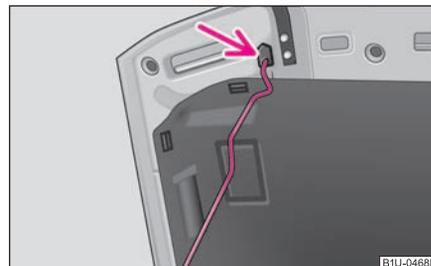

Fig. 150 Fixation du capot-moteur avec appui du capot
- Sortez l'appui du capot de son support et mettez-le dans l'ouverture prévue à cet effet ⇒ page 163, fig. 150.